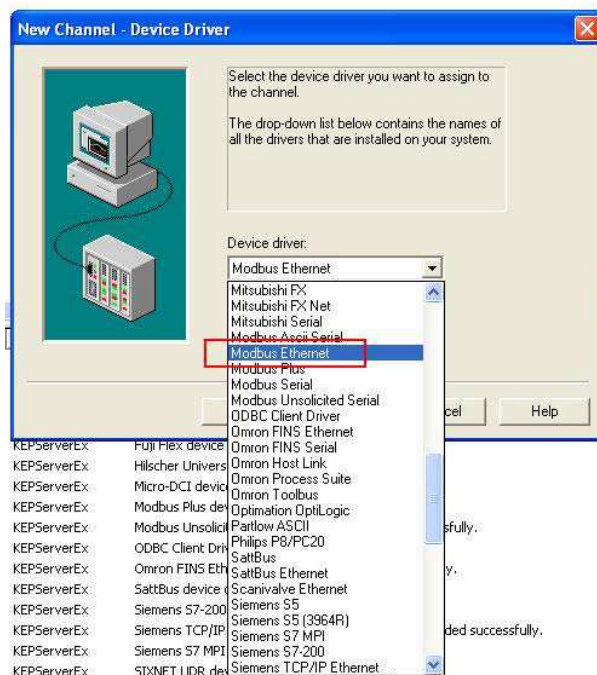

Рис. 4
2.2 В новом окне выберите Modbus Ethernet в качестве протокола обмена с устройством, и нажмите Next (Рис. 4):